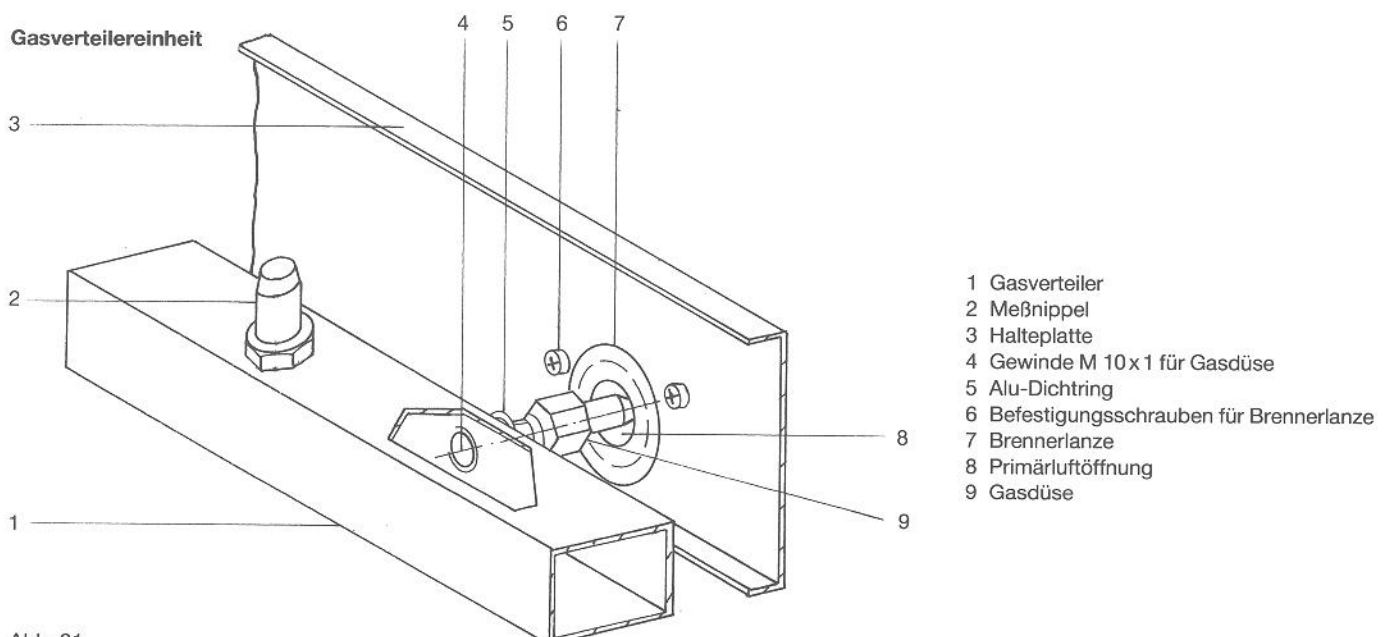

Abb. 21
1. U-Rohr-Manometer am Prüfnippel (Abb. 21 Pos. 2) der Gasverteilereinheit anschließen.
3. Gasdüsen an der Gasverteilereinheit (Abb. 21 Pos. 9) entsprechend Tabelle (Abb. 22) austauschen. Verwenden Sie immer die dem Umbausatz beiliegenden neuen Alu-Dichtungen!